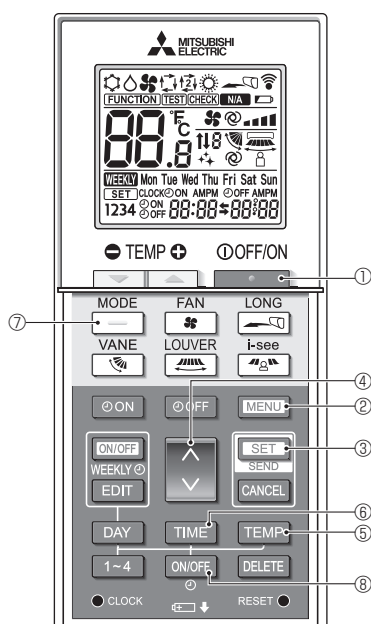

Fig. 7-11
1. Premere il pulsante **STOP** ① per arrestare il condizionatore d'aria.
2. Premere il pulsante **MENU** ②.
Verrà visualizzata la schermata di impostazione Funzione e lampeggerà il n. di funzione ④. (Fig. 7-11)